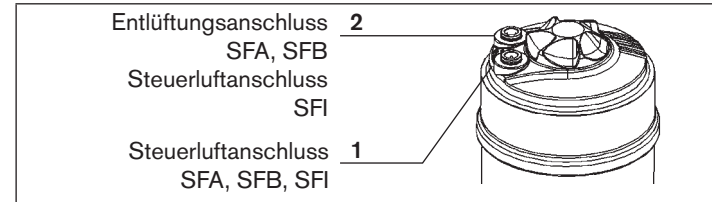

Bild 6: Anschlüsse
- Steuermedium an Steuerluftanschluss 1 und 2 des Antriebs anschließen (siehe „Bild 6“)